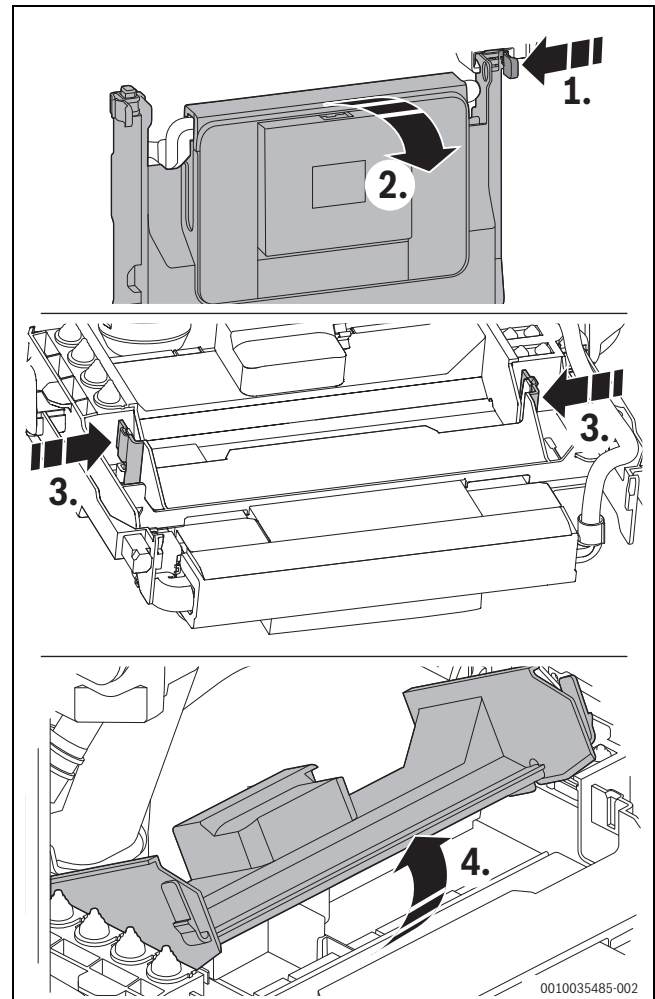

Bild 44 Steuergerät öffnen
- ▶ Steuergerät nach unten klappen (→ Bild 44).